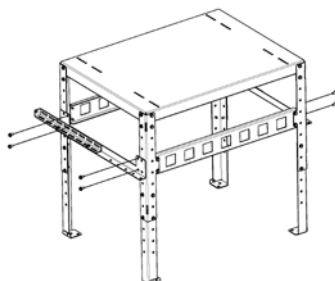

Fig. 34 - Montar os reforços + extensões na estrutura
- Fixar também os reforços + extensões montados anteriormente (ver **Fig. 34**).